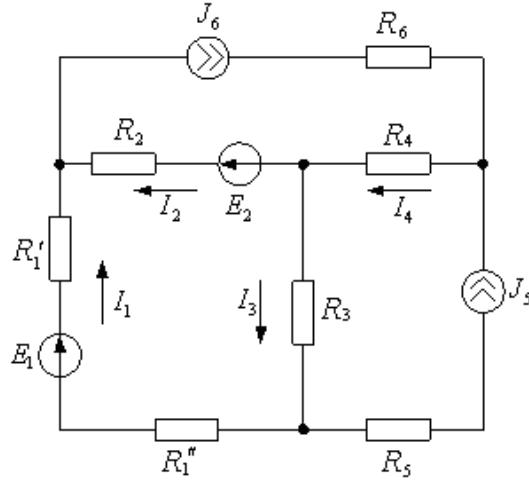
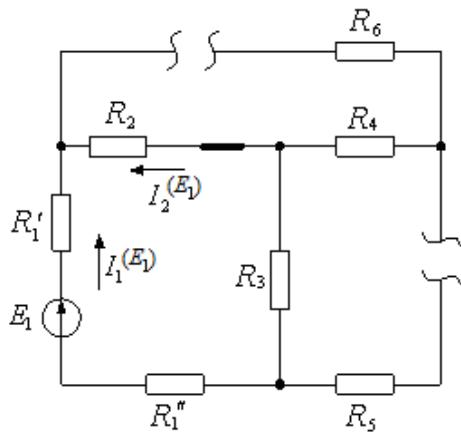
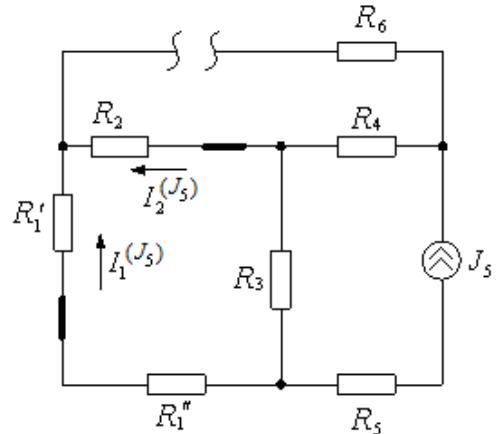

Рис. 1
Рис. 2
Рис. 3
Применительно к схеме рис. 1 выражения для токов  $I_1$  и  $I_2$  по методу наложения могут быть представлены в виде сумм:
Частичная схема для расчета входных и взаимных проводимостей  $g_{11}$  и  $g_{21}$  показана на рис. 2, частичная схема для расчета коэффициентов  $k_{15}$ ,  $k_{25}$  — на рис. 3.
Из схемы рис. 2 следует, что  $I_1^{(E_1)} = -I_2^{(E_1)} = \frac{E_1}{R_1' + R_1'' + R_2 + R_3}$ , поэтому
$$g_{11} = -g_{21} = \frac{1}{R_1' + R_1'' + R_2 + R_3}. \quad \text{Из схемы рис. 3 получаем}$$
Входные и взаимные проводимости и коэффициенты передачи не зависят от значений источников в цепи, а определяются только сопротивлениями резисторов и схемой их соединения. В частичных схемах (рис. 2 и рис. 3) направление частичного тока ветви определяется выбранным направлением тока ветви в исходной схеме (рис. 1). При этом частичный ток может быть не согласован с направлением источника, в таком случае частичный ток и, соответственно, входная, взаимная проводимость и коэффициент передачи по току будут иметь знак "-". В рассмотренном выше примере входная проводимость  $g_{11}$  имеет знак "+", так как частичный ток  $I_1^{(E_1)}$  согласован по направлению с  $E_1$ , а взаимная проводимость  $g_{21}$  имеет знак "-", так как частичный ток  $I_2^{(E_1)}$  не согласован по направлению с  $E_1$  (рис. 2). Аналогично коэффициент передачи по току  $k_{25}$  имеет знак "+", а  $k_{15}$  имеет знак "-" (рис. 3).
Входные и взаимные проводимости ветвей и коэффициенты передачи тока можно определять по приращениям токов и ЭДС, получаемых из двух произвольных режимов цепи. Предположим, что в схеме (см. рис. 1) при  $E_1 = E_1'$  токи  $I_1 = I_1'$ ,  $I_2 = I_2'$ , а при  $E_1 = E_1''$  токи  $I_1 = I_1''$ ,  $I_2 = I_2''$ . ЭДС  $E_2$  и токи  $J_5$  и  $J_6$  при этом остаются неизменными. Подставив указанные значения токов  $I_1$ ,  $I_2$  и ЭДС  $E_1$  и  $E_2$ , в равенства (1) и (2), получим:
3. Начертить расчетную схему электрической цепи (рис. 2П). При  $E_1=12$  В и  $J_2=50$  мА, и значениях  $R_1, R_2, R_3$ , приведенных в таблице 1, вычислить токи в ветвях цепи, считая приборы идеальными. Определить напряжение на источнике тока. При определении токов воспользоваться одним из методов расчета: